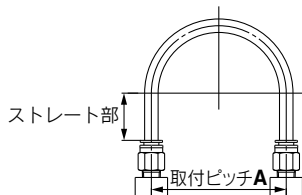

図1 推奨配管図
- ①ワンタッチ管継手に配管する際は図1の推奨配管条件にて、チューブ長さに余裕を持った配管をしてください。